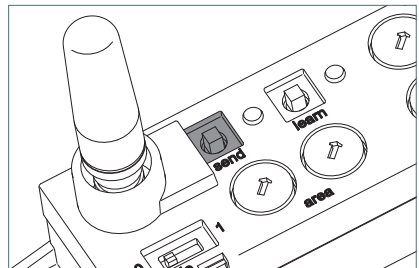

Fig. 26: Tasto "send".
- Premere il tasto "send", vedi Fig. 26.